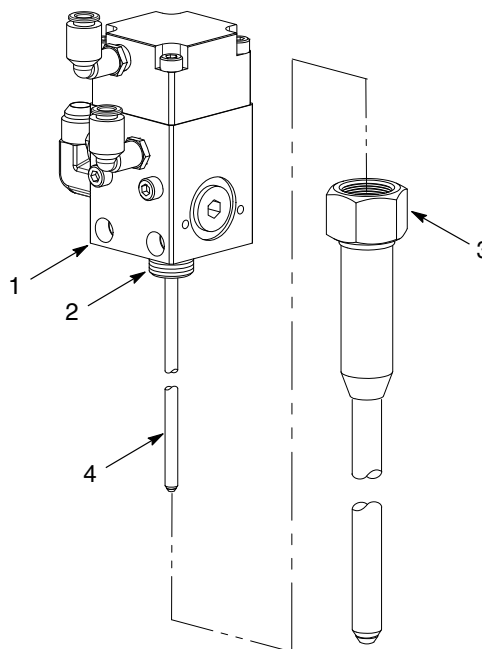

Рис. 8 Прочистка забитого сопла
4. См. рис. 8. Выполнить следующее:
- a. Аккуратно снять сопло (3) с дозирующего клапана (1).
- b. Промыть резьбу сопла (3) и дозирующего клапана (2) совместимым растворителем.
- c. На дозирующих клапанах с пружинным закрытием и соплом 205-ММ промыть совместимым растворителем шток поршня (4).